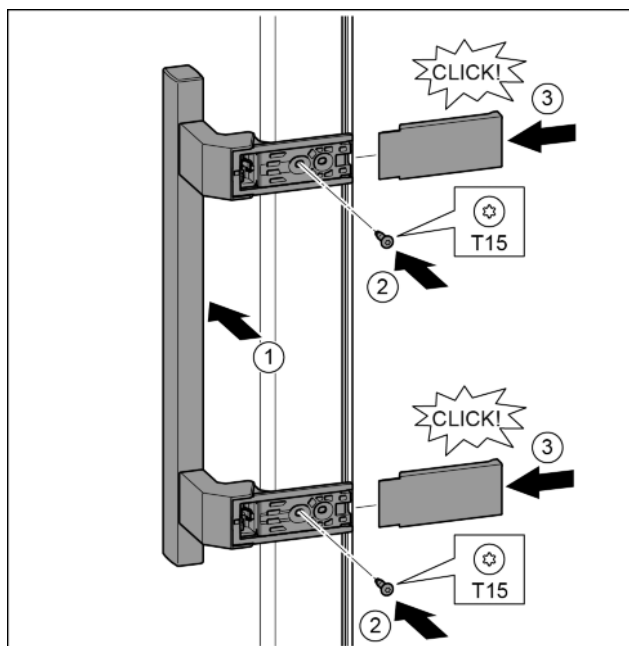

Fig. 32
- ▶ Установить ручку на противоположной стороне. Fig. 32 (1)
- ▶ Затянуть винты отверткой T15. Fig. 32 (2)
- ▶ Установить крышки сбоку и надвинуть. Fig. 32 (3)